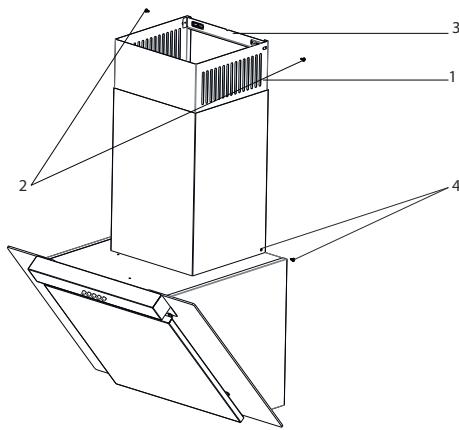

Fig. 12
Indvendig og udvendig skorsten sættes ind i hinanden (Fig. 12).
- Træk nu den indvendige skorsten op mod loftet. Fastgør denne med 2 skruer på siderne i toppen (2) (Fig. 12).
- Skru også den udvendige skorsten fast på siderne i bunden (Fig. 12).